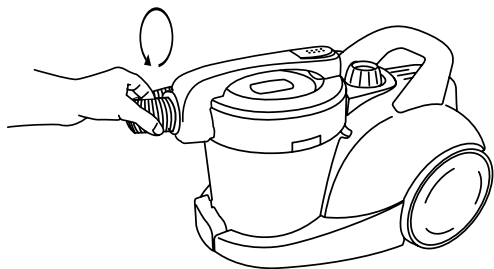

Fig. 1
- Para desacoplar el conjunto manguera del aspirador, gire el la manguera hacia la izquierda y estire hacia fuera (Fig. 1).